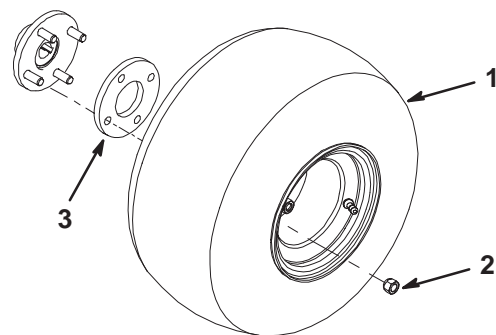

Bild 2
2. Montieren Sie ein Rad mit 4 Radmutter an jeder Nabe (Bild 2). Ziehen Sie die Mutter mit 61 bis 75 Nm an.